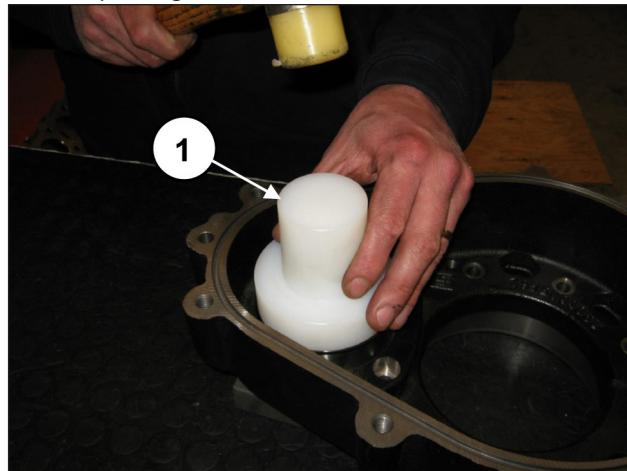
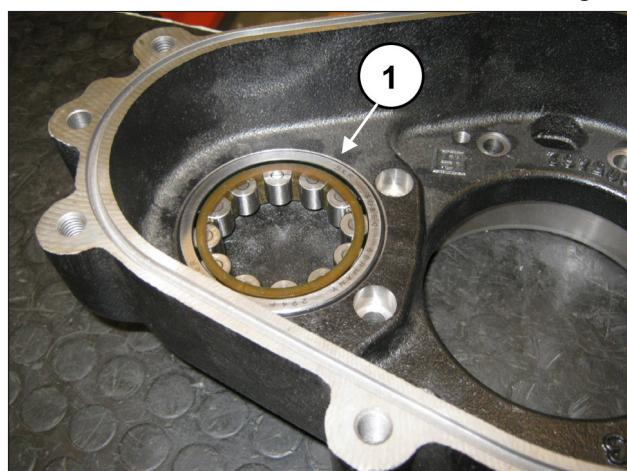

Fig. 53
Fig. 54
Sur le carter du boîtier de réducteur, pré-monter la bague extérieure du roulement de pignon à l'aide de l'outil réf. 27604900 (rep. ①, Fig. 53) jusqu'à ce qu'il soit complètement inséré (rep. ①, Fig. 54).